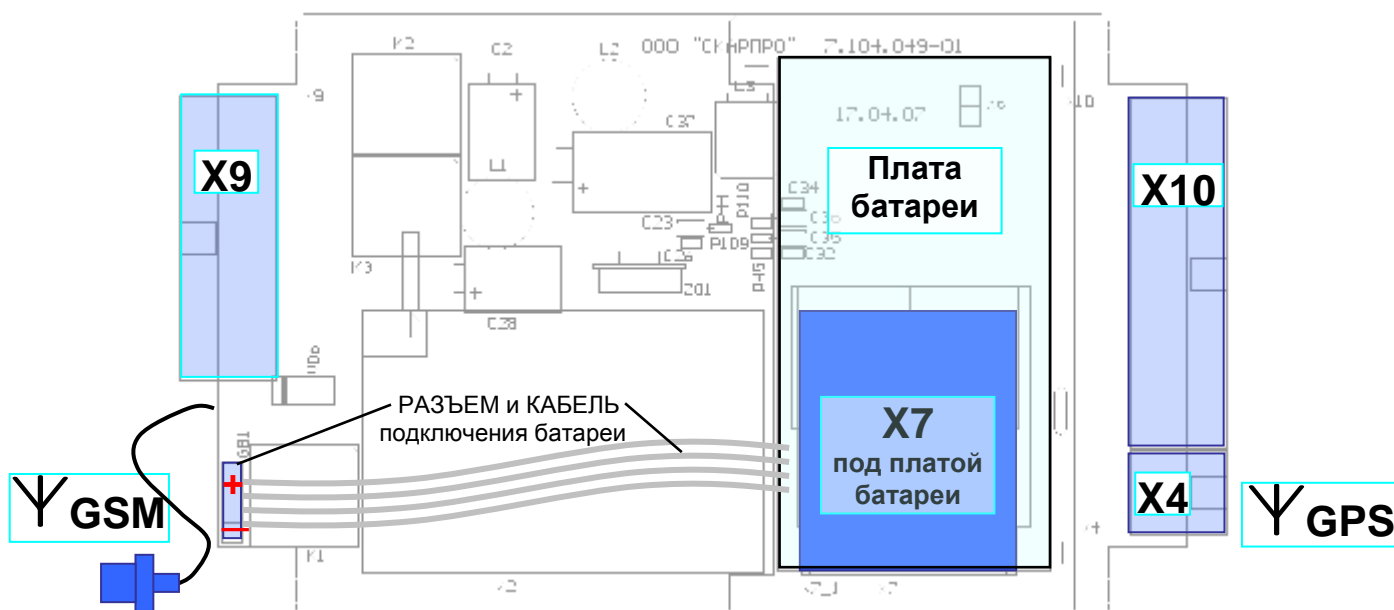

Рисунок 2. Расположение разъемов внешних подключений на электронном блоке устройства SCARnavi GPS-GSM
2 – произвести частичную разборку устройства, для чего открутить 4 винта, на плоской части корпуса, и аккуратно, чтобы не оборвать кабель разъема GSM антенны, открыть устройство, обеспечив доступ к электронному блоку (см. рисунок 2). Снять плату батареи;
- 5 – установить плату батареи на место и подключить кабель идущий от этой платы к разъему (подключения батареи, см. рисунок 2а.) соблюдая полярность;